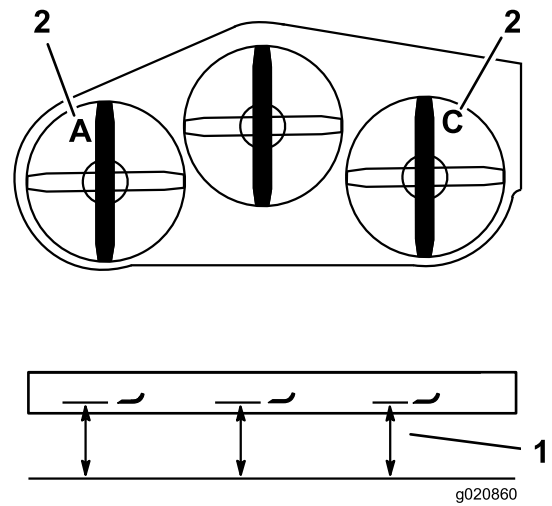

Figura 86
3. Mida la cuchilla izquierda en la posición **A** desde una superficie nivelada hasta el filo de corte de la punta de la cuchilla, y anote esta medida (Figura 86).
4. Mida la cuchilla izquierda en la posición **C** desde una superficie nivelada hasta el filo de corte de la punta de la cuchilla, y anote esta medida (Figura 86).
3. Mida la cuchilla derecha en la posición **C**, desde una superficie nivelada hasta el filo de corte de la punta de la cuchilla, y anote esta medida (Figura 86).